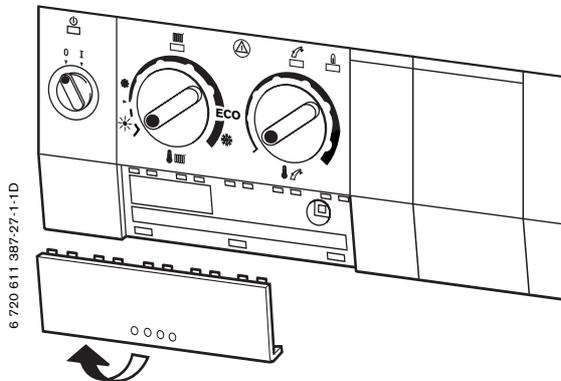

Fig. 24
- Ai fini della protezione elettrica contro eventuali spruzzi d'acqua (IP), la posa del cavo è da eseguirsi mediante apposito passacavo, con foro di diametro corrispondente.
- ▶ Aprire la centralina elettronica di comando (vedi pag. 22, Fig. 24 e 25).